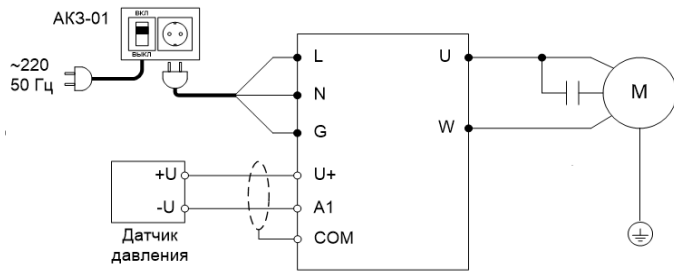

Рисунок 4 – Схема подключения ПЧ
- 1) Установите и подключите ПЧ в соответствии со схемой на рис. 4.
- ПЧ и двигатель должны быть заземлены, а также должно быть установлено устройство защитного отключения (УЗО) с током срабатывания 100 мА (см. п. 6.1) или автомат АКЗ-01 (Рис. 4)